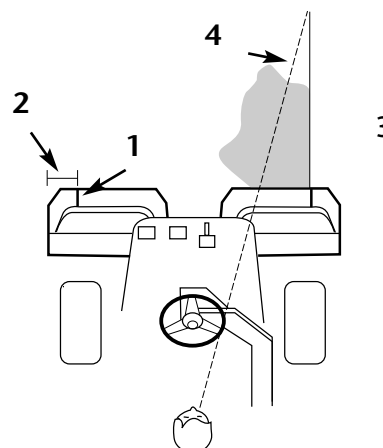

Fig. 14
2. Applicare una striscia di nastro bianco, o tracciare una riga con della vernice bianca su ciascun cestello raccoglierba, parallela al bordo esterno dei cestelli (Fig. 14).